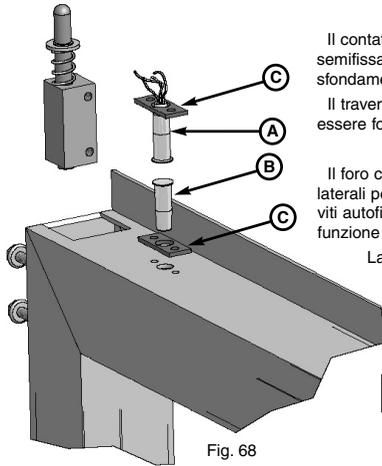
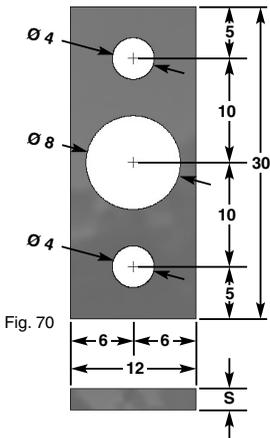

Fig. 68
Fig. 70
Il contatto magnetico (Fig. 68, part. A) permette di monitorare l'apertura dell'anta semifissa e quindi comunicare alla centrale dell'automatismo l'avvenuto sfondamento.
Il foro centrale ospiterà il corpo della testina magnetica (Fig. 68 part. B), i due fori laterali permettono il fissaggio del distanziale (Fig. 68 part. C e Fig. 70) mediante viti autofilettanti, il diametro dei due fori deve essere adeguatamente calibrato in funzione delle viti utilizzate.
La piastrina sopra menzionata deve essere realizzata secondo le seguenti indicazioni (Fig. 70, 71).
**ATTENZIONE:** I distanziali (Fig. 70) devono essere realizzati con un materiale **diamagnetico** (alluminio, plastica, ecc.) Il contatto del sensore magnetico deve essere collegato in serie al contatto fotocellula di sicurezza sulla centrale dell'automatismo come segue: